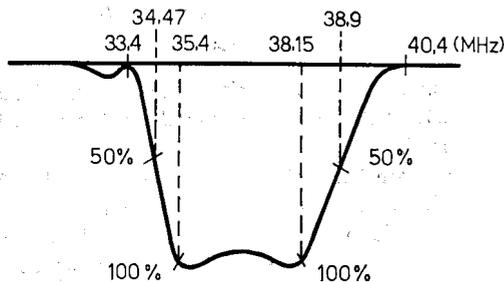

Fig. 3.4.7
- 12) Ripristinare il bilanciamento della curva agendo principalmente sul nucleo della L 215 ed eventualmente, se risulta necessario, ritoccare i nuclei dei due precedenti doppi accordi, sino ad ottenere la corretta curva di risposta di fig. 3.4.7.
Si tara quindi il circuito a doppio accordo composto dalle bobine L 105 e L 110, per ottenere le curve indicate rispettivamente in fig. 3.4.7 e 3.4.8.